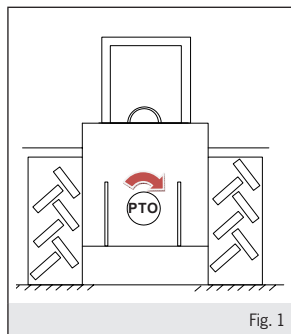

Fig. 1
Per rispettare la corretta sequenza di fase L1-L2-L3, la presa di forza del trattore deve girare in senso orario (vedi fig.1).
To respect the correct phase sequence L1-L2-L3, the P.T.O. must turn in clockwise rotation (see fig.1).
Pour se conformer à l'ordre correct des phases L1-L2-L3, la prise du force doit tourner dans le sens horaire (voir fig.1).
Die richtige Phasenfolge L1-L2-L3 ist zu beachten, die Zapfwelle des Traktors im Uhrzeigersinn drehen (siehe Abb.1). Die im Benutzungsland geltenden Sicherheitsnormen beachten.
Para cumplir con la secuencia de fases correcta L1-L2-L3, la toma de fuerza del tractor debe girar en sentido horario (ver fig.1).
- a) la capucha de protección (fig.1) esté en condiciones perfectas y bien fijada. La capucha debe cubrir la protección de la junta cardánica por al menos 50 mm e impedirá el contacto accidental de las manos con piezas en movimiento.